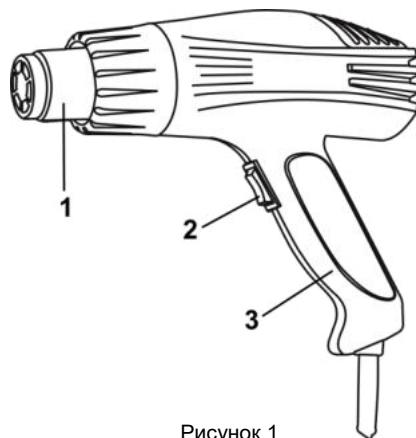

Рисунок 1
2.2.1 Конструкція виробу вміщена в корпус з термостійкого пластику і складається з наступних основних частин: нагрівального блоку в складі нагрівального елементу спірального типу в термоізолюючому кожусі з вихідним сталевим соплом нагрітого повітря (1); компресорного блоку у складі колекторного двигуна змінного струму з відцентровим повітряним компресором; перемикач/вимикач температурних режимів (2), – згідно рис.1. Корпус обладнаний рукояткою (3) з торцевою опорою для міжопераційного зберігання або роботи сопломверх. Електрична частина виробу складається з колекторного однофазного електродвигуна змінного струму, перемикача електроструму, електронного блоку управління з регулятором температури, з'єднувальних проводів і мережевого шнуря. Захист від ураження електричним струмом користувача у виробі відповідає класу II за ДСТУ EN 61140:2015.